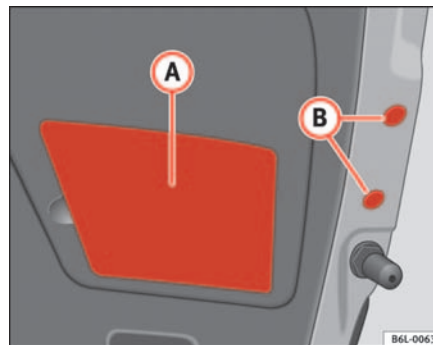

Fig. 153 Luz trasera en el portón
- Retire la cubierta de plástico **(A)** ⇒ página 226, fig. 153 y los tapones de plástico **(B)** ⇒ página 226, fig. 153 haciendo palanca cuidadosamente con la parte plana del destornillador, teniendo cuidado de no rayar la pintura.